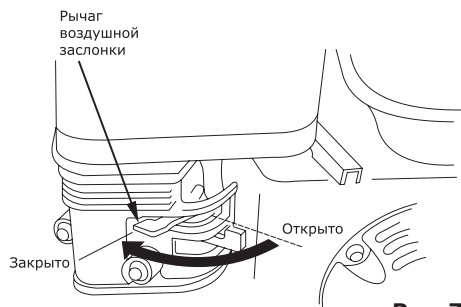

Рис. 7
- Поставьте рычаг привода воздушной заслонки (рис. 7) в следующее положение: